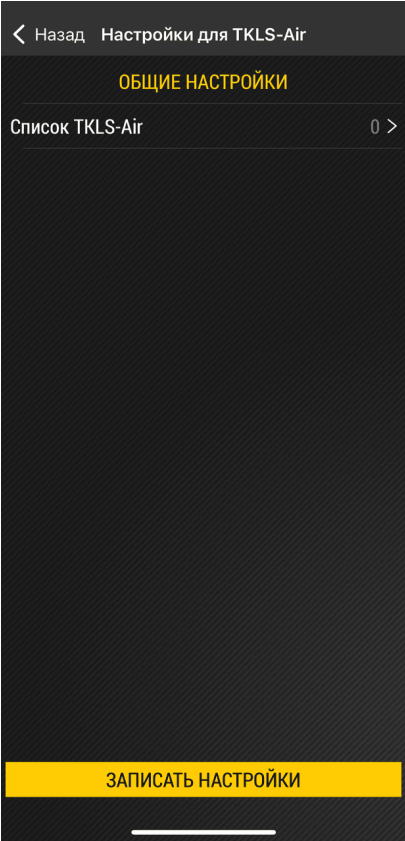

Рис.20. Запись настроек
11. По окончании настроек нажмите кнопку «Записать настройки» (Рис.20).